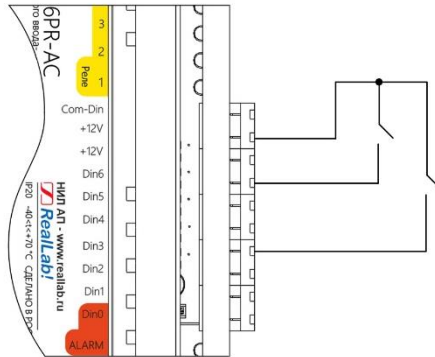

Рис. 4.1. Подсоединение контактов к модулю с входным каскадом типа «Сухой контакт»
"Сухими контактами" называют механические выключатели, не имеющие источников энергии, например, контакты реле или концевые выключатели, кнопки. Их особенностью является отсутствие внутреннего изолированного источника питания. Пример подключения "сухих контактов" к модулю NL-7DI-6PR-AC(DC) приведен на рис. 4.1, общим выводом является +12 В.